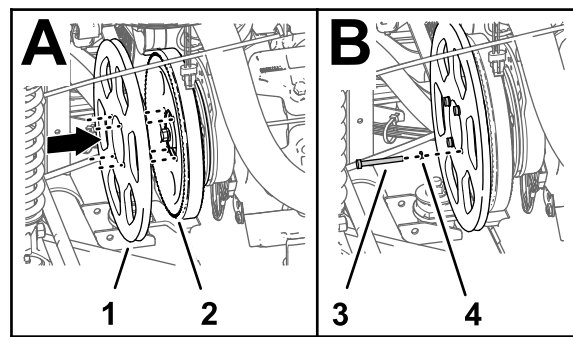

Bild 179
4. Fluchten Sie die Löcher in der Riemenscheibe für die Lichtmaschine (Kit) mit den Löchern in der Riemenscheibe für die Sprühpumpe aus (Bild 179).